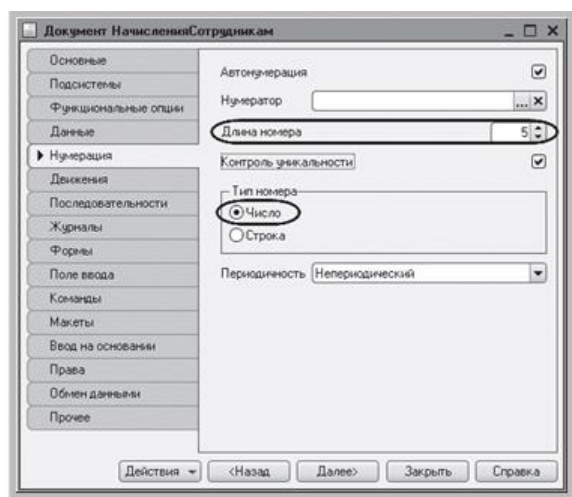

Рисунок 26.4 – Нумерация документа «Начисление сотрудником»
- Длина номера – 5 (рисунок 26.4).